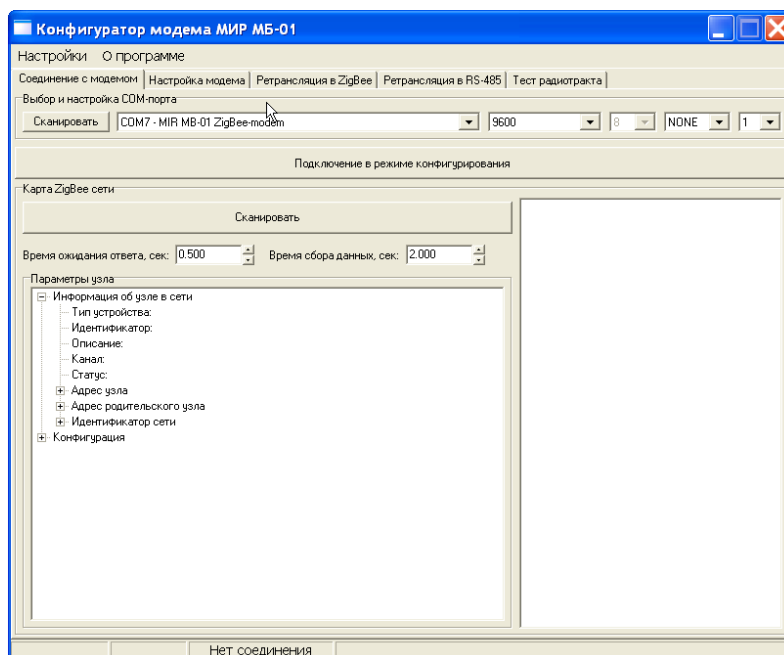

Рисунок 7.1 – Вкладка *Соединение с модемом* программы КОНФИГУРАТОР
7.4.2 Запуск сканирования сети ZigBee осуществляется с вкладки *Соединение с модемом* программы КОНФИГУРАТОР (рисунок 7.1) при нажатии кнопки *Сканировать* в функциональной группе *Карта ZigBee сети*. Предварительно необходимо выбрать из списка COM-порт канал связи с модемом. При использовании каналов связи RS-232 и RS-485 необходимо установить параметры конфигурации интерфейса – скорость, четность, стоповые биты. Сканирование сети ZigBee осуществляется без прерывания функционирования модема.